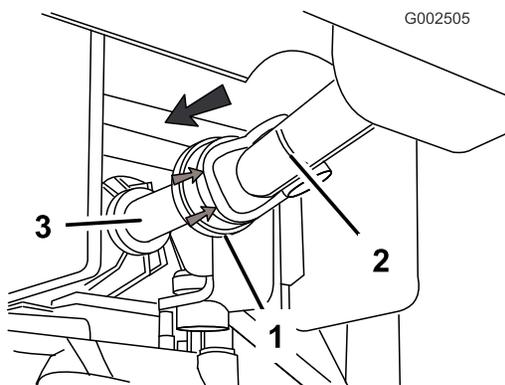

Figure 14
- Tirez la gaine en caoutchouc en arrière à l'avant de l'arbre d'entraînement de PDF (Figure 14).
- Posez l'arbre d'entraînement sur l'arbre de sortie de PDF (Figure 14).